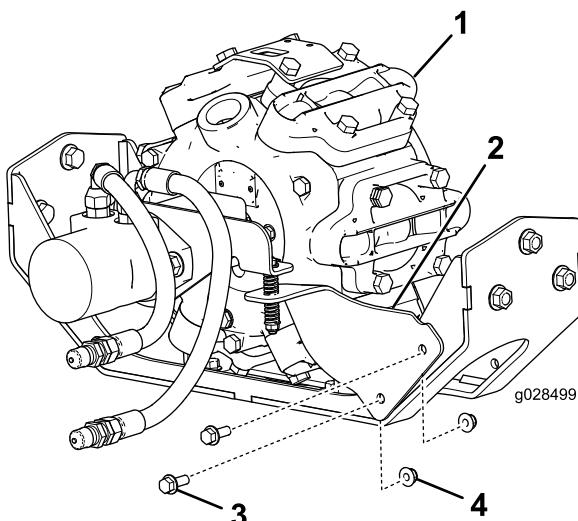

Figura 6
1. Instale o suporte antirrotação no suporte dianteiro esquerdo na bomba do pulverizador com 2 pernos de cabeça flangeada (3/8 x 1 pol.) e 2 porcas flangeadas (3/8 pol.), conforme indicado em Figura 6.